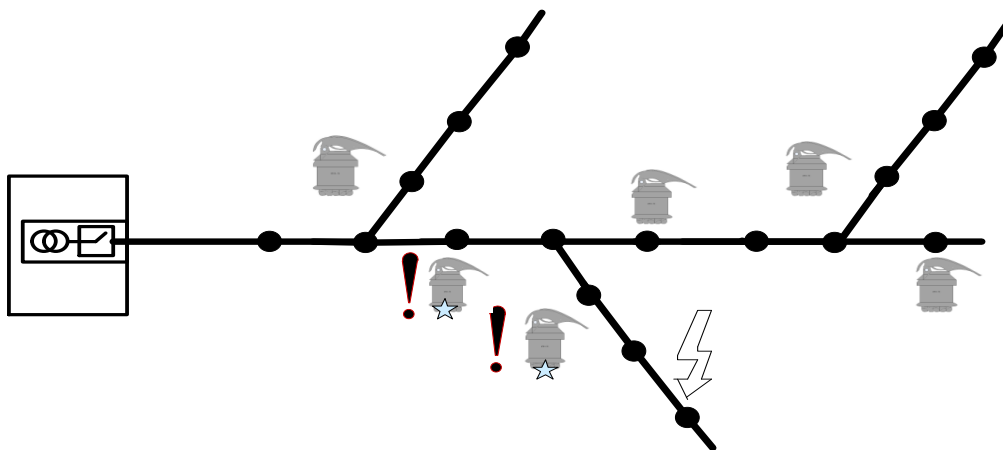

Рисунок 13 – Установка комплектов на линии с длинным стволом и длинными ответвлениями.
- на линии с длинным стволом и длинными ответвлениями комплекты устанавливаются в начале контролируемых ответвлений и за местом разветвления, на ближайших промежуточных опорах (Рисунок 13).